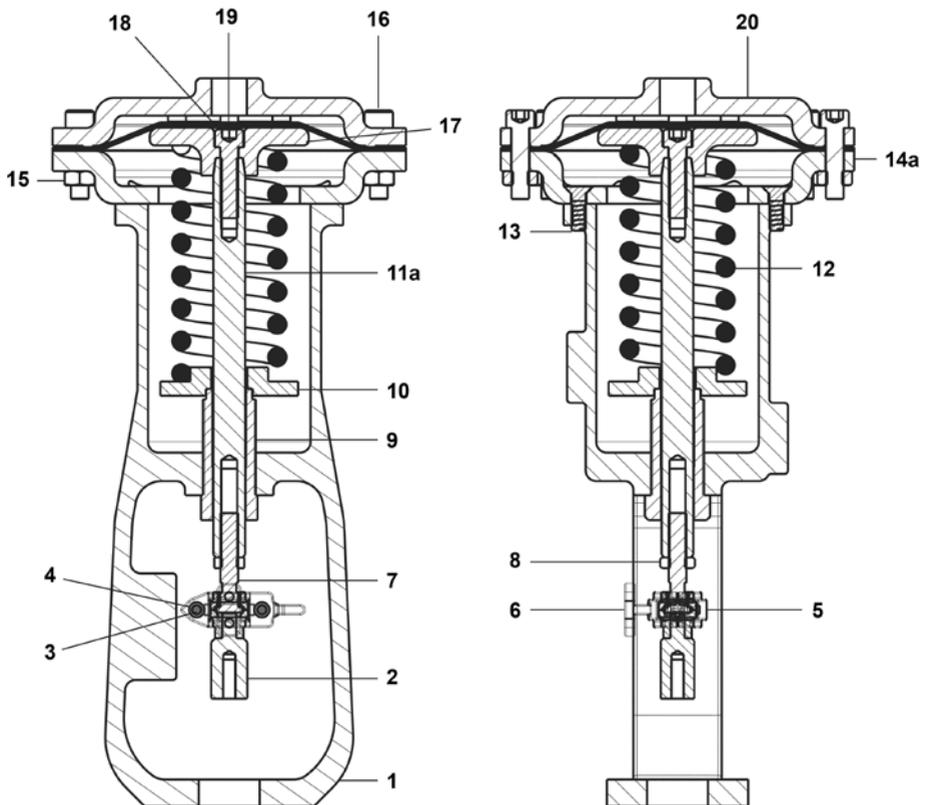

Fig. 6 - Attuatore Mod. 595
4.3 Come sostituire il diaframma dell'attuatore e la rondella di tenuta (Fig. 6)
- Ruotare il tendimolla (9) per scaricare completamente la molla (12).
- Togliere viti e dadi (15, 16), coperchio (20) e diaframma (19) dall'attuatore.
- Montare il nuovo diaframma (19).
- Rimontare il coperchio (20) dell'attuatore.
4.3.2 Come sostituire la/le molla/e di regolazione (Fig. 6)
- Svitare la vite di bloccaggio (18) e togliere il piatto diaframma (17).